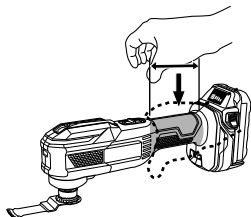

Fig. 1
3. Siempre sujete la herramienta con firmeza con una mano en la carcasa (Fig. 1). No toque la parte de metal.